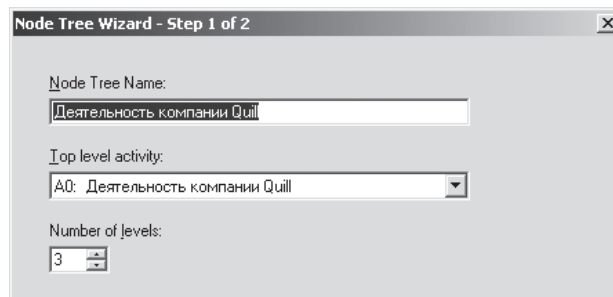

Рис. 4.1. Первый диалог гида Node Tree Wizard
1. Выберите меню Diagram/Add Node Tree. В первом диалоге гида Node Tree Wizard внесите имя диаграммы, укажите диаграмму корня дерева и количество уровней (рис. 4.1).